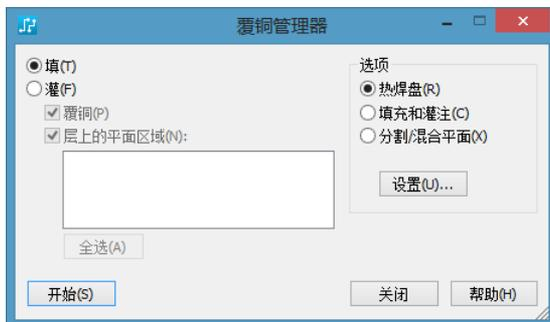
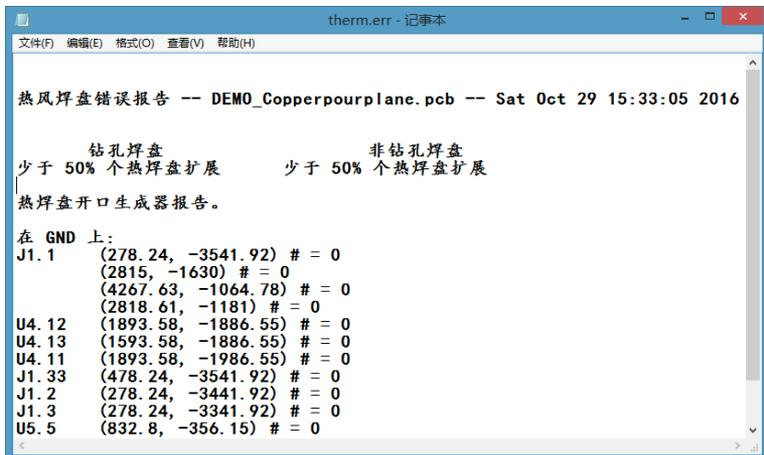
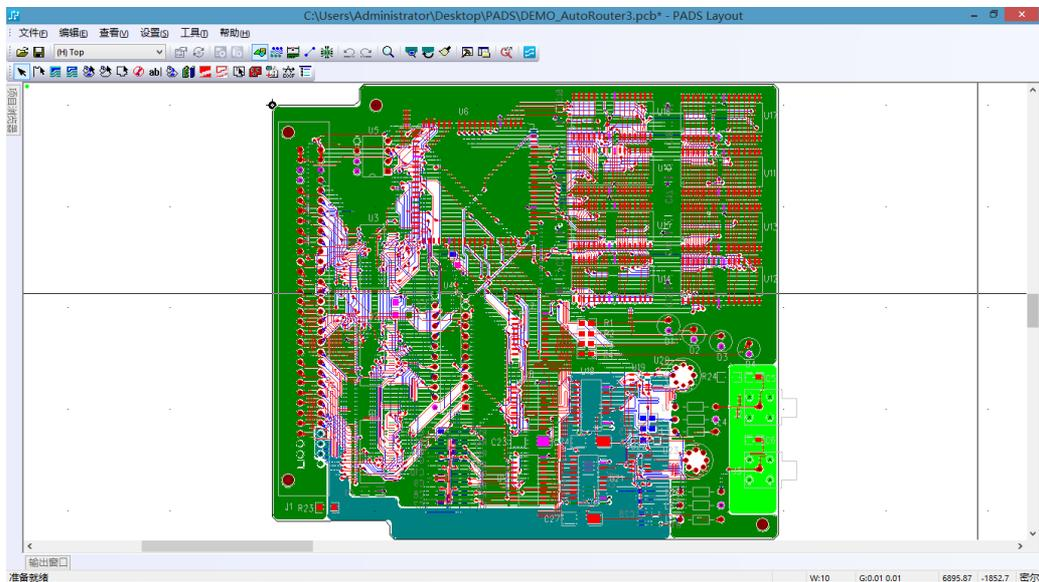

图 12-12 “覆铜管理器”窗口
图 12-13 灌铜时产生的错误报告
图 12-14 灌铜效果
(5) 执行“工具”“覆铜管理器”命令，弹出如图 12-12 所示的窗口。
(6) 在“覆铜管理器”窗口中，选择相应的灌铜种类，单击“开始”按钮，PADS 自动进行灌铜操作。
(7) 完成灌铜后自动打开如图 12-13 所示的记事本，将灌铜时产生的错误生成报告显示在记事本中，包含错误的原因和错误的坐标位置。此时灌铜操作完成，如图 12-14 所示。
灌铜的编辑与铜箔的编辑类似，只是灌铜的编辑是不规则的形状的编辑。灌铜效果如图 12-14 所示。